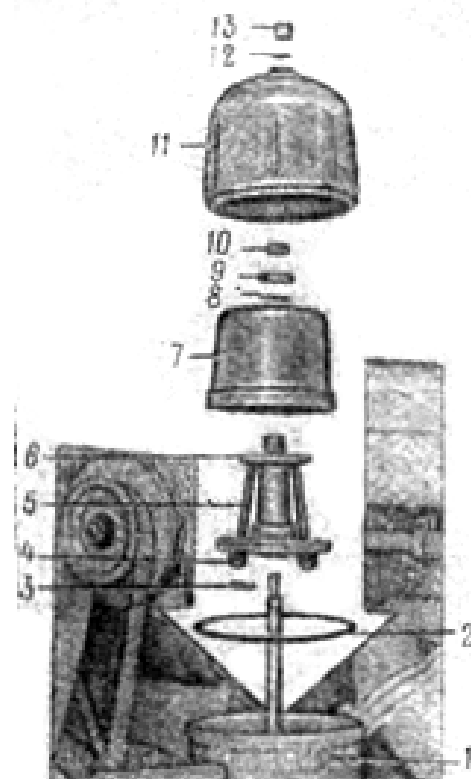

Рис. 9. Фильтр центробежной (тонкой) очистки масла:
2. Отвернуть гайку 13 (рис. 9) колпака фильтра и снять колпак 11.